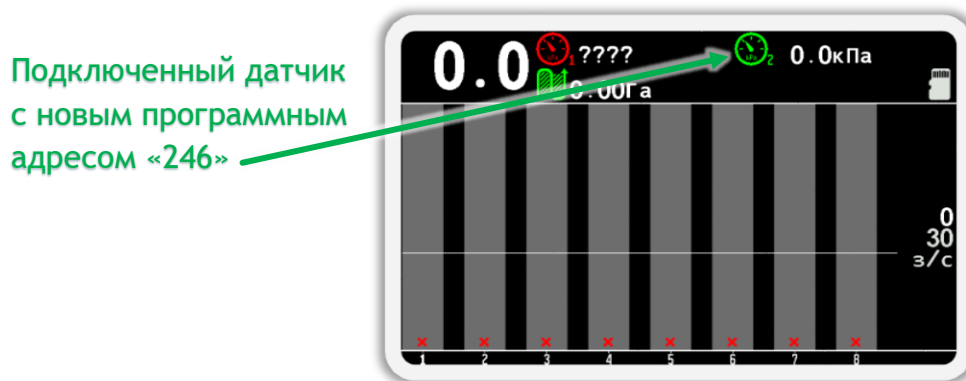

Рисунок 67
- Убедитесь, что адрес датчика изменился на требуемый. Для этого физически отключите и подключите датчик к жгуту связи. После этого вернитесь на главный экран (см. Рисунок 67). Для этого сначала выйдите из меню «Сервис», а затем закройте меню главного экрана. (используйте кнопку  «Назад»).